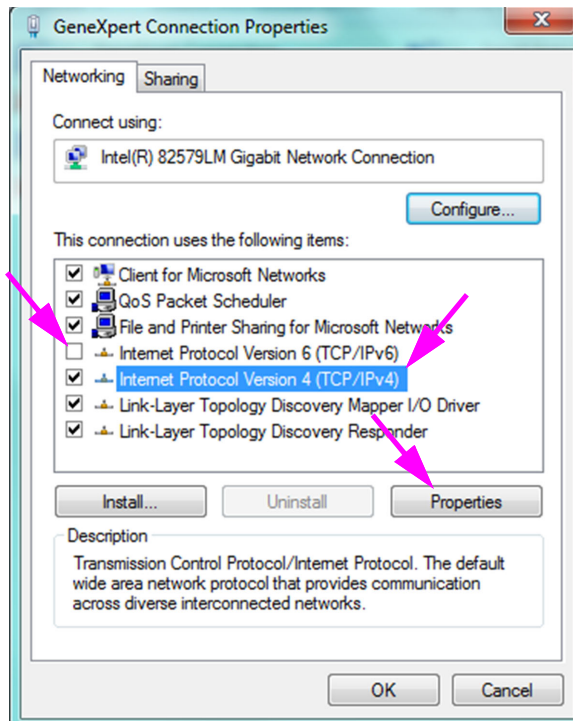

Figure 2-42. GeneXpert Connection Properties Screen (Écran Propriétés de la connexion GeneXpert)
8. Dans GeneXpert Connection Properties Screen (Écran Propriétés de la connexion GeneXpert) (illustré dans la Figure 2-42), décochez la boîte située à côté du **Internet Protocol Version 6 (TCP/IPv6) (Protocole Internet version 6 (TCP/IPv6))**. Mettez **Internet Protocol Version 4 (TCP/IPv4) (Protocole Internet version 4 (TCP/IPv4))** en surbrillance, puis cliquez sur **Propriétés (Propriétés)**. L'écran Internet Protocol Version 4 (TCP/IPv4) (Protocole Internet version 4 (TCP/IPv4)) s'affiche.